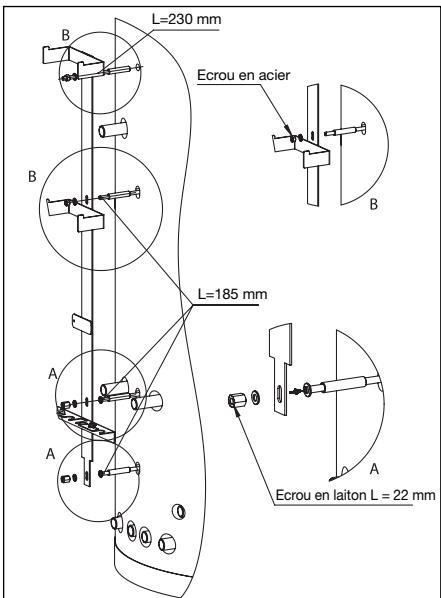

Fig. 8 Montage de l'ensemble de fixation
- Monter l'ensemble de fixation (fig. 8).
- Visser la tige filetée dans les écrous soudées du ballon d'eau chaude (Attention: la tige d'une longueur L = 230 mm doit être vissée dans l'écrou supérieur! Visser les 3 tiges filetées d'une longueur L = 185 mm dans les trois écrous inférieurs! (Fig. 8).